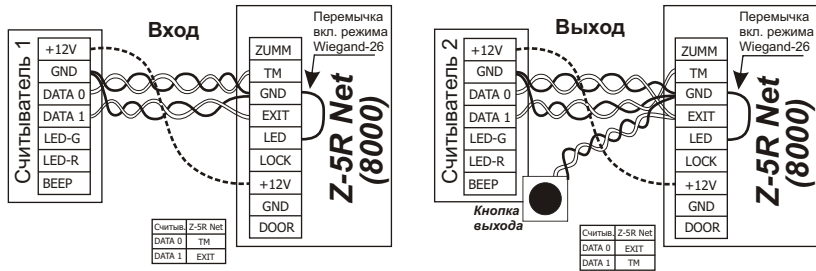

Рис.4 Подключение считывателей к контроллеру по протоколу Wiegand-26
- на входе - считыватель Matrix-II (или считыватель CP-Z при скрытой проводке) (см. рис.4);
При подключении считывателя по протоколу Wiegand требуется две витых пары. По одному из проводов каждой пары используются для соединения клемм GND считывателя и контроллера. Вторые провода каждой пары соединяют выходы считывателя DATA0 и DATA1 со входами TM и EXIT контроллера (см.рис.4). Какой выход с каким входом нужно соединять определяется тем, где установлен считыватель, на входе или выходе. Кроме того следует установить перемычку между клеммами LED и GND контроллера, чтобы указать, что считыватели подключены по протоколу Wiegand.